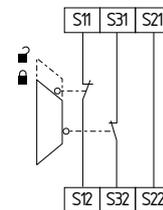

Fig. 16
**Circuito di sorveglianza porta di protezione a due canali con dispositivi di blocco secondo EN 1088 (vedere Fig. 16)**